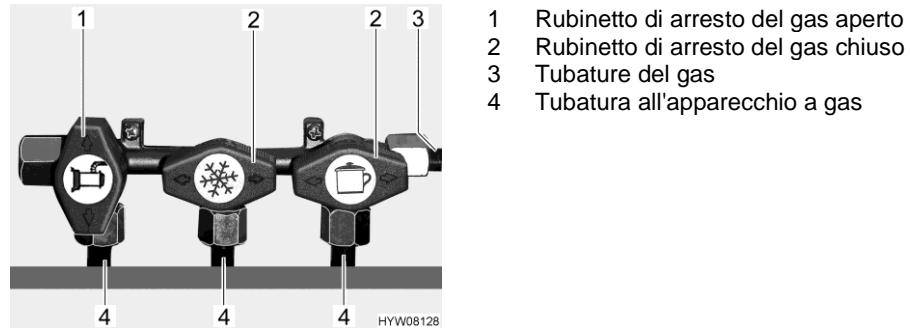

Fig. 76 Posizione dei rubinetti di arresto del gas (esempio)
- Apertura:* ■ Posizionare il rubinetto di arresto del gas dell'apparecchio a gas corrispondente parallelamente (Fig. 76,1) alla tubatura (Fig. 76,4) che alimenta l'apparecchio a gas.
- Chiusura:* ■ Posizionare il rubinetto di arresto del gas dell'apparecchio a gas corrispondente trasversalmente (Fig. 76,2) alla tubatura (Fig. 76,4) che alimenta l'apparecchio a gas.